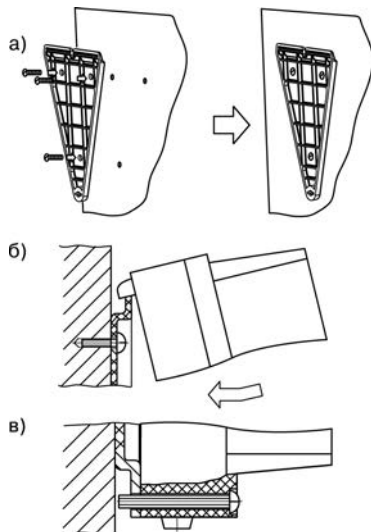

Рисунок 5.1 – Монтаж прибора настенного исполнения
1. Закрепить кронштейн тремя винтами М4 × 20 на поверхности, предназначенной для установки прибора (см. Приложение А и рисунок 5.1, а).
2. Зацепить крепежный уголок на задней стенке прибора за верхнюю кромку кронштейна (рисунок 5.1, б)
3. Прикрепить прибор к кронштейну винтом М4 × 35 из комплекта поставки (рисунок 5.1, в).